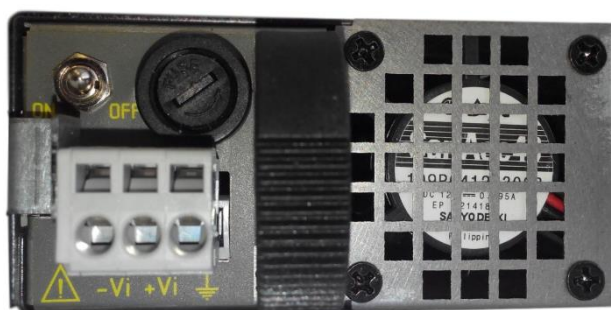
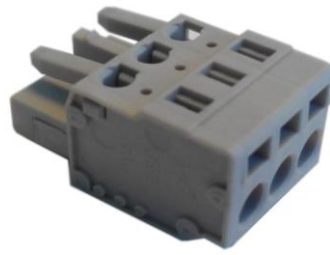

Рисунок 4.1. Полярность подключения проводов питания
Рисунок 4.2. Вилка питания
1. Соблюдая полярность (см. рис. Рисунок 4.1), подключить провода питания к вилке (см. рис. Рисунок 4.2), которая поставляется в комплекте с БП. Цоколевка разъема (слева направо): - Vin (1-й контакт), + Vin (2-й контакт), корпусная земля или шасси (3-й контакт).